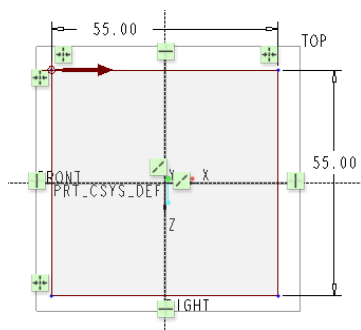
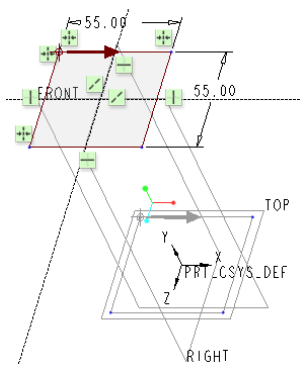

图 13-44 绘制混合截面 1
图 13-45 绘制截面 2
③ 在“模板”选项组中选择公制模板“mmns_part_solid”，然后单击“确定”按钮，进入零件设计模式。
① 在功能区“模型”选项卡的“形状”面板中单击“形状”|“混合”按钮, 打开“混合”选项卡。默认时“混合”选项卡中的“实体”按钮和“与草绘截面混合”按钮处于被选中的状态。
② 在“混合”选项卡中打开“截面”面板，从中确保选择“草绘截面”单选按钮，单击“定义”按钮，弹出“草绘”对话框，选择 TOP 基准平面为草绘平面，默认以 RIGHT 基准平面为“右”方向参考，单击“草绘”按钮，进入内部草绘模式。
③ 绘制图 13-44 所示的截面 1，单击“确定”按钮.
④ 在“截面”面板中设置截面 2 的草绘平面位置定义方式为“偏移尺寸”，偏移自截面 1 的偏移距离为“120”，单击“草绘”按钮。
⑤ 绘制图 13-45 所示的截面 2（和截面 1 形状一样），单击“确定”按钮.